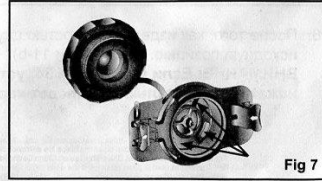

Fig 7
14. Осторожно нажмите на одно из трех выступающих ушек клапана быстрого накачивания для того, чтобы выпустить небольшое количество воздуха. **Внимание: Не следует удерживать резиновую диафрагму.** (Рис. 7).